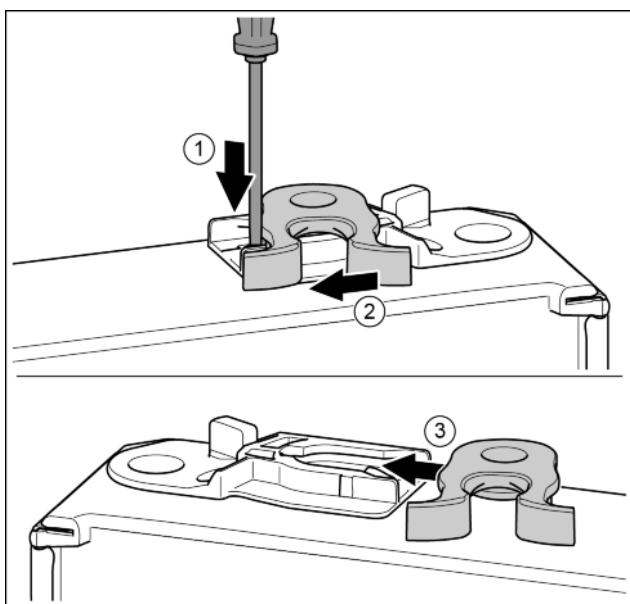

Fig. 13
- За допомогою шліцевої викрутки притисніть уніз накладку. *Fig. 13 (1)*
- Витягніть із напрямної запірний гачок. *Fig. 13 (2)*
- Вставте запірний гачок у напрямну з іншого боку. *Fig. 13 (3)*